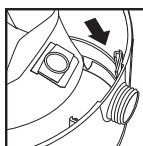

FIGURE 24
31. Faites glisser le déflecteur d'admission comportant le sac filtre dans le guide du déflecteur. **FIGURE 24.**